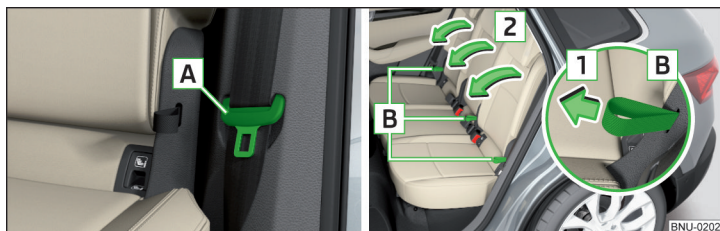

Fig. 82 Poziția de siguranță a centurii / Rabaterea spre înainte a spătarului scaunului
- Introduceți clema de fixare a centurii de siguranță **A** în orificiul din capitonajul lateral » fig. 82.
- Trageți curelușa **B** în sensul săgeții **1** și rabatați spre înainte spătarele în sensul săgeții **2** » fig. 82.
- Trageți curelușa **B** de lângă scaunul din mijloc, în sensul săgeții **1** și rabatați spre înainte spătarul în sensul săgeții **2** » fig. 82. Spătarul rabatat în față se poate utiliza drept cotieră.